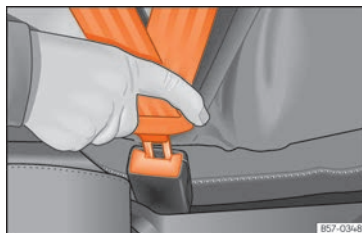

Fig. 21 Insertar la lengüeta del cinturón de seguridad en su cierre.
- Encastre la lengüeta en el cierre del asiento correspondiente »» **fig. 21.**